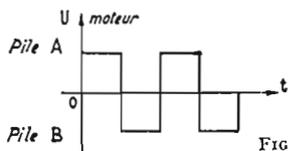

FIG. 2
c) Faisons en sorte que le relais batte sans cesse et que le temps de collage du relais soit égal au temps de repos (figure 2) ; le moteur sera alimenté pendant des temps très courts tantôt par la